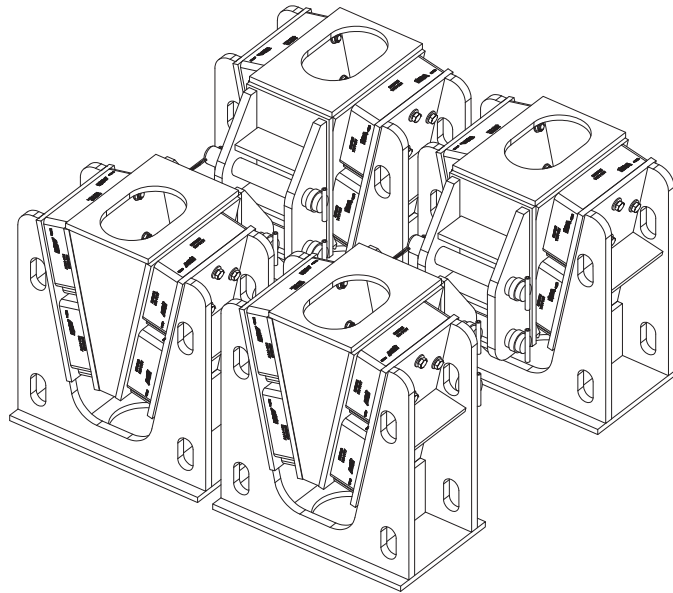

Figure 3.8-3 Optional AGSE-E16651-S01 Shock Mount Kit
3.8.3 AGSE-E16651-S01 Shock Mount Option (Figure 3.8-3)